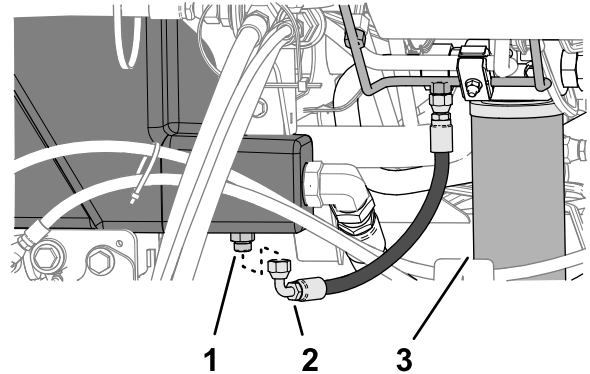

Figura 105
2. Coloque un recipiente de vaciado grande debajo del acoplamiento recto (Figura 105) del depósito hidráulico.